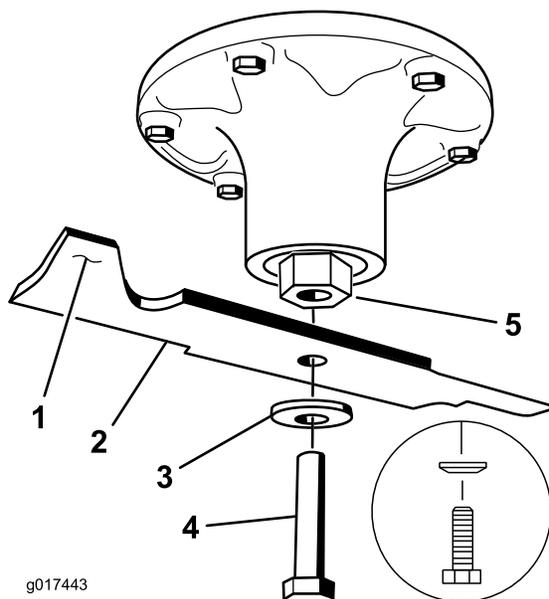

Figura 81
2. Retire del eje el perno de la cuchilla, la arandela curva y la cuchilla (Figura 81).
1. Instale la cuchilla en el eje (Figura 81).
2. Instale la arandela curva y el perno de la cuchilla (Figura 81).